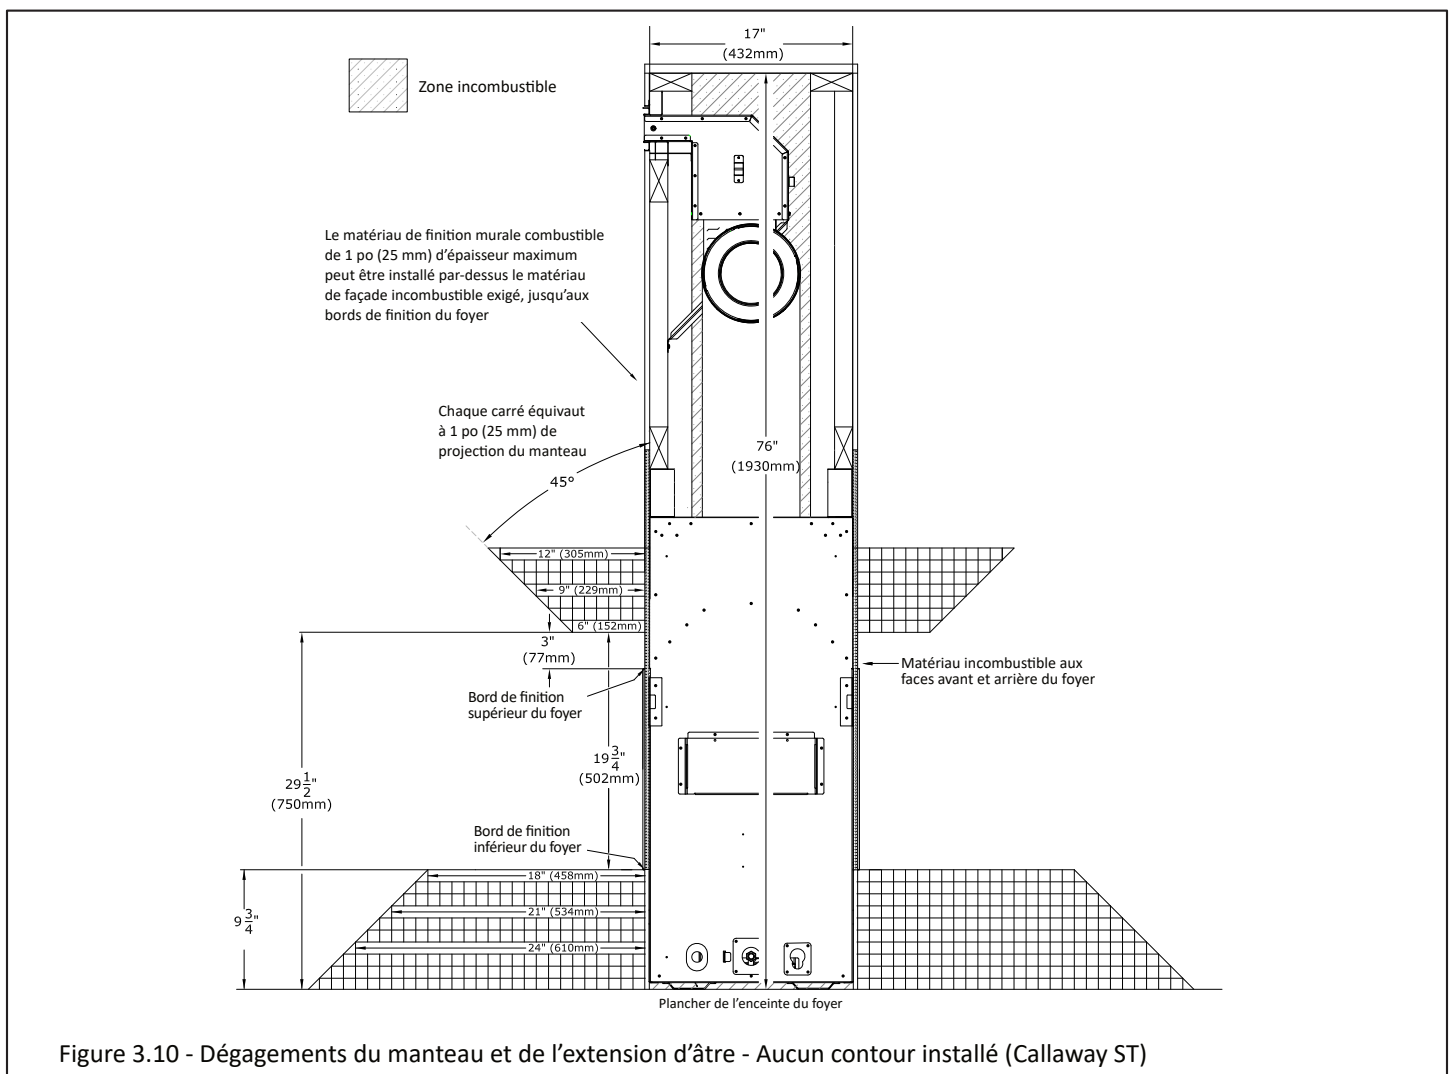

Figure 3.10 - Dégagements du manteau et de l'extension d'âtre - Aucun contour installé (Callaway ST)
- Projections du manteau combustible (sans contour): Comme la Figure 3.10 le montre, un manteau combustible ayant 6 po (152 mm) de projection peut commencer à 3 po (76 mm) du bord de finition supérieur du foyer. La projection du manteau peut augmenter de 1 po (25 mm) pour chaque 1 po (25mm) de hauteur additionnelle, à partir d'un manteau de 6 po (152 mm). Voir la Section 3.3.1 si vous installez un contour en option.